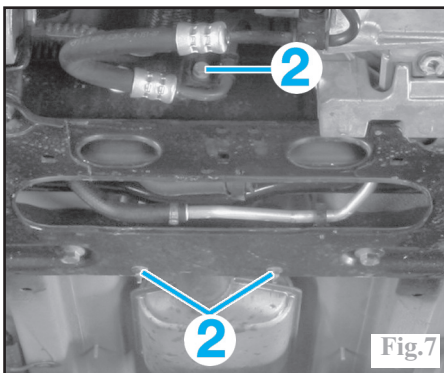

Fig.7
Déposer les vis et écrous (2) (Fig.7).